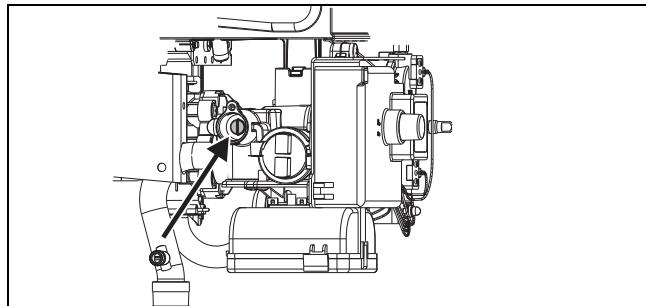

Fig. 11 Vite per regolazione della pressione massima
- ▶ Togliere il sigillo della vite (Fig. 11).
- ▶ Regolare la pressione mediante la vite (Fig. 11) attenendosi ai dati di pressione esposti nella tabella 1.